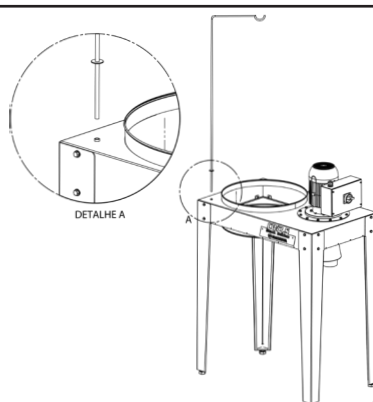

figura 4
4. Insira o suporte do filtro na furação da estrutura principal do coletor (figura 4):